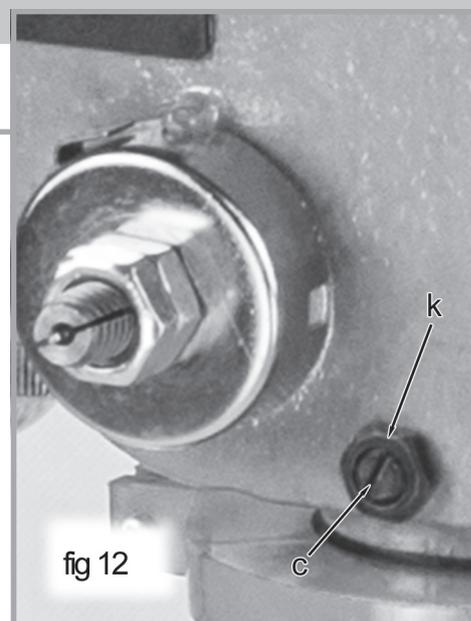

fig 12
- Desserrer l'écrou de blocage sur le côté inférieur gauche de la tête de la perceuse (k, fig 12) derrière la jauge de profondeur.
- Tournez la vis (c. fig 12) dans le sens horaire pour éliminer le jeu, mais pas trop pour ne pas limiter le mouvement vers le haut et vers le bas de l'axe. Un peu de jeu est normal.